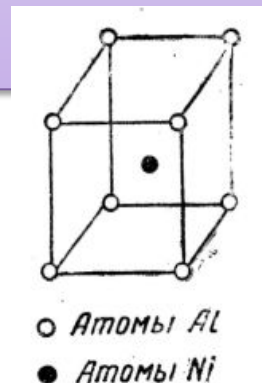

Рис.2 Схема
- 2) либо составленной из атомов отдельных компонентов, занимающих определенные места в решетке и представленных в определенных количественных отношениях; схема такой решетки (соединение NiAl) показана на рис.2.